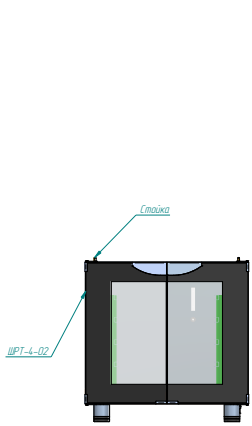

Рис.2
- установите шкаф расстоечный ШРТ-4-02 (см. Рис.2);